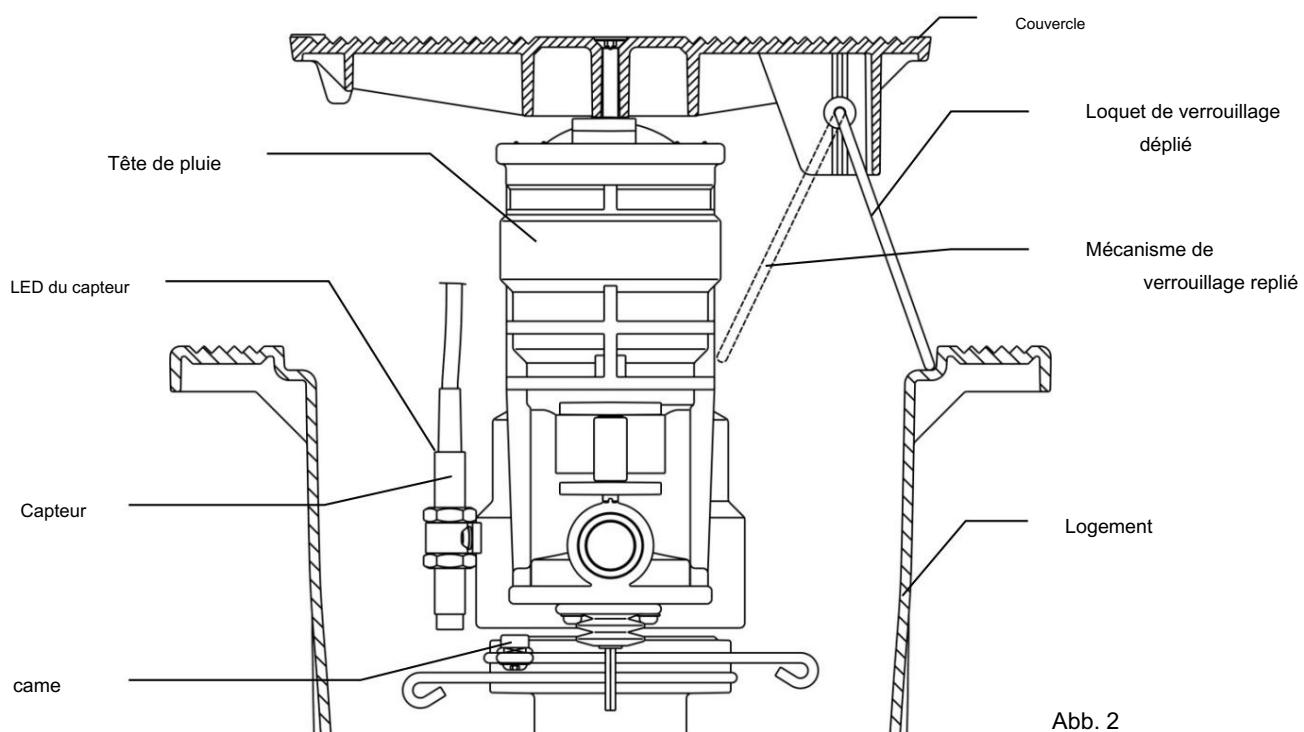

Abb. 2
- b. Vérifiez si la LED du capteur (voir Fig. 2) s'allume en jaune lorsque le capteur dépasse la came.
Tout d'abord, le dispositif de verrouillage situé sur le côté de la tête d'arrosage (voir Fig. 2) doit être déplié pour éviter que des membres ne restent coincés en cas de fermeture inattendue de l'arroseur.